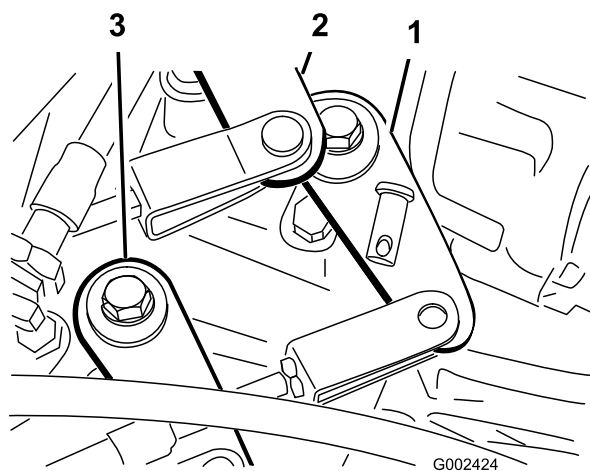

Figura 53
2. Desmonte os passadores que fixam os cabos aos braços de comando do conjunto eixo-transmissão (Figura 53).
1. Retire o passador que prende o cabo de gama alta/baixa ao conjunto eixo-transmissão (Figura 53).